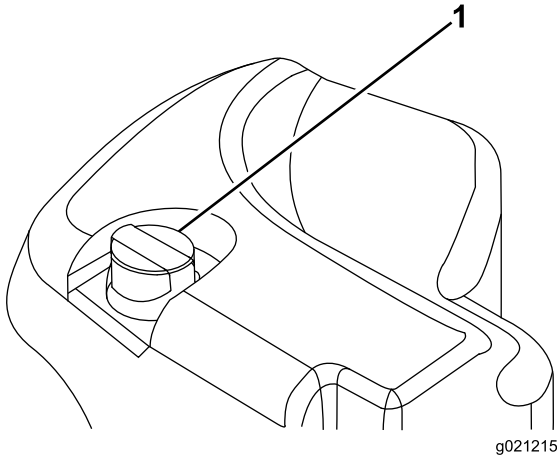

Bild 31
2. Reinigen Sie den Bereich um den Füllstutzen und den Deckel des Hydraulikölbehälters (Bild 31).